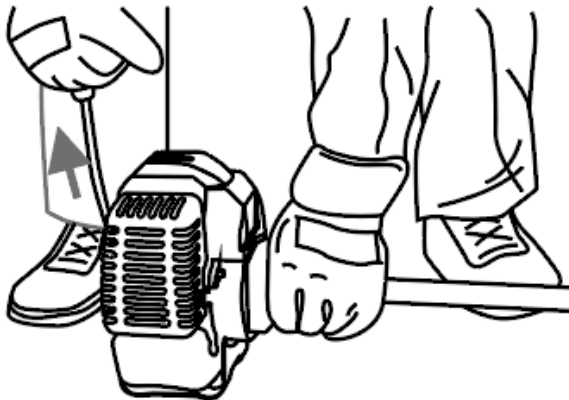

Рисунок 9. Схема розташування мотокоси під час запуску.
2. Відкрутити кришку-щуп (24, рис. 1), перевірити рівень мастила, як зображено на рис. 9. За необхідності долити необхідний об'єм мастила (об'єм картера 500 мл).
6. Утримувати мотокосу під час запуску двигуна, притиснувши її «штангу» до поверхні землі (рис. 9).